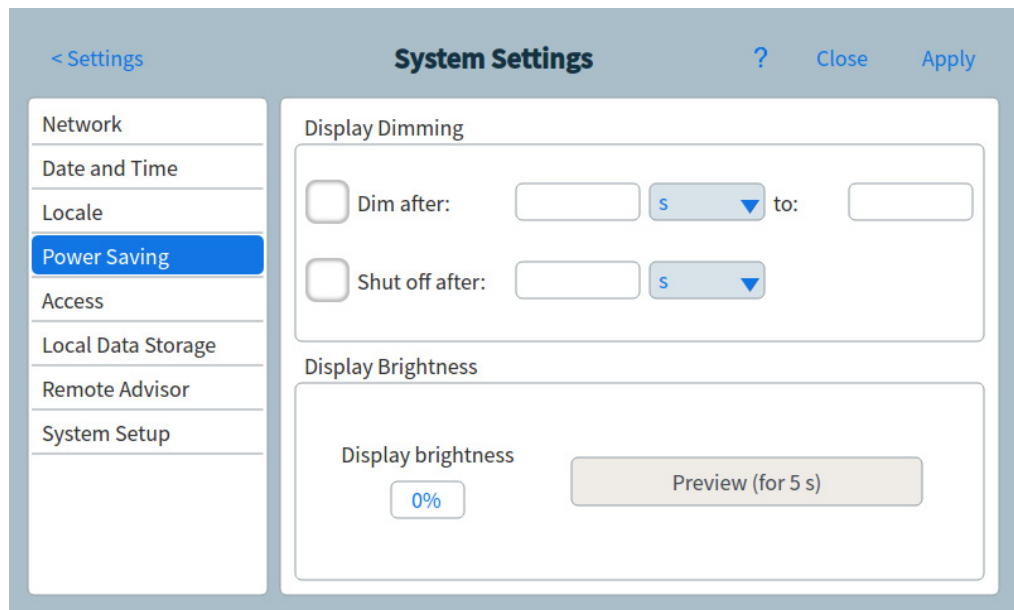

Abb. 44 Seite „Power Saving“
- 1 Drücken Sie auf der Seite „System Settings“ die Seitenauswahlschaltfläche **Power Saving**. Die Seite „Power Saving“ erscheint. Siehe Abb. 44.